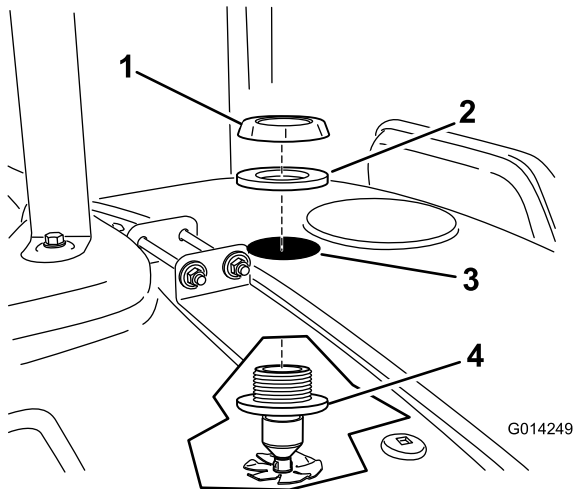

Figure 17
6. Posez une buse de rinçage vers le haut à travers le trou percé (Figure 17).
7. Placez le joint et l'écrou du raccord de traversée sur le filetage exposé de la buse de rinçage (Figure 17).